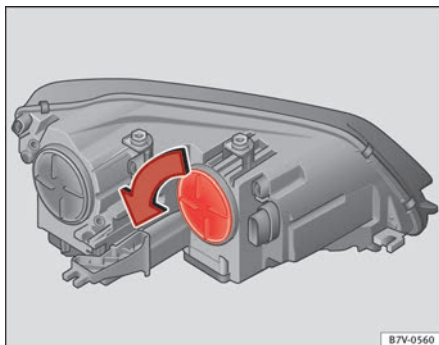

Abb. 205 Im Motorraum: Abdeckung für Blinklicht.
3.	Abdeckung ⇒ Abb. 205 in Pfeilrichtung drehen und abziehen.
8.	Abdeckung ⇒ Abb. 205 entgegen der Pfeilrichtung bis zum Anschlag drehen.